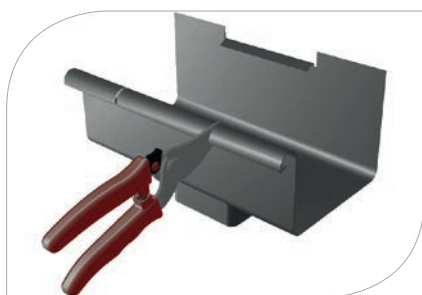
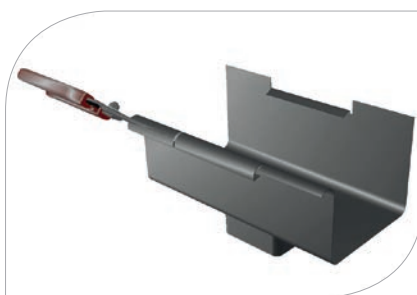
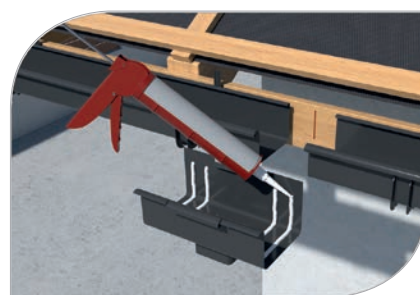

рис. 13
рис. 14
рис. 15
- 3.8 Установите желоба в кронштейнах по обе стороны от места, где будет установлена воронка. Расстояние между желобами должно составлять 11 см. Желоба должны быть соединены с воронкой внахлест длиной 7 см. Для этого необходимо надрезать заднюю отбортовку воронки на ширину 7 см (**рис. 12**) с правой и левой стороны, затем отогнуть надрезанные фрагменты вверх. Далее следует отмерить по 7 см с правой и левой стороны в передней отбортовке воронки, выполнить надрез (**рис. 13**), а затем вырезать под углом 45° правую и левую нижнюю часть передней отбортовки (**рис. 14**). На внутреннюю часть нанесите клей-герметик для стали и подготовленную таким образом воронку установите снизу желоба (**рис. 15, 16**). Затем согните задние лепестки воронки и прижмите склеенные места.